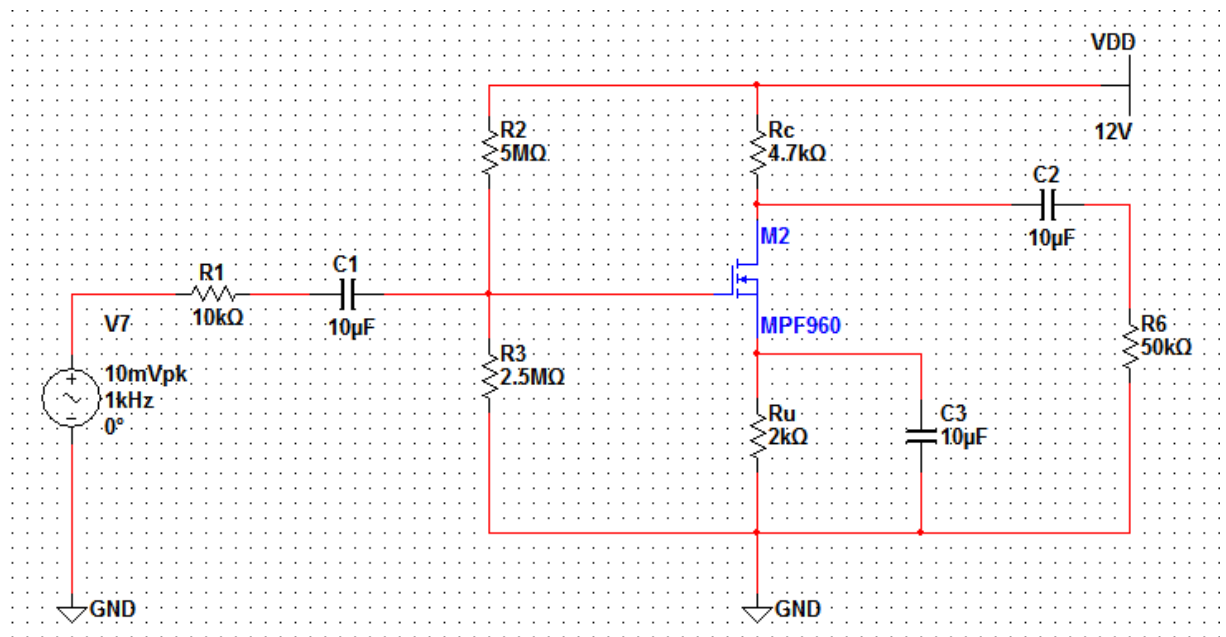

Рис. 3.3.1
1. Собрать схему усилителя (рис. 3.3.1 или 3.3.2, в зависимости от номера варианта). Установить значения элементов, соответствующие варианту (табл. 3.3.1).